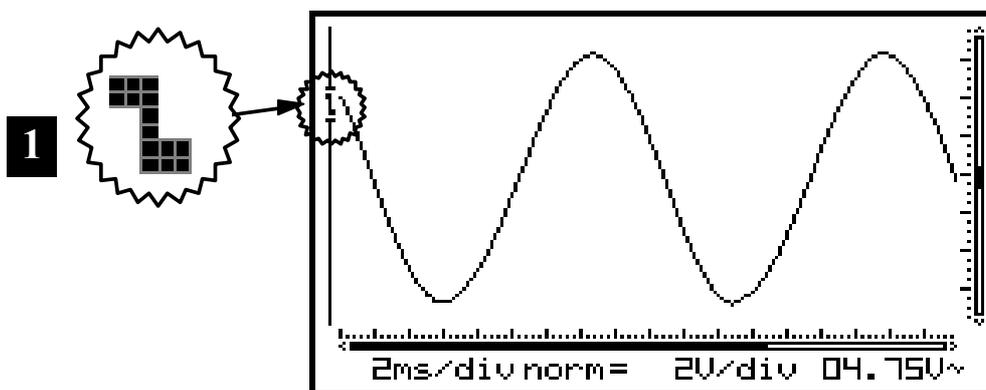

Fig 41
1. Trigger no flanco ascendente: O monitor só mostrará o sinal quando “detectar” um flanco positivo. O sinal deve subir, de baixo para cima, na vertical, para provocar o trigger. (Fig. 41)